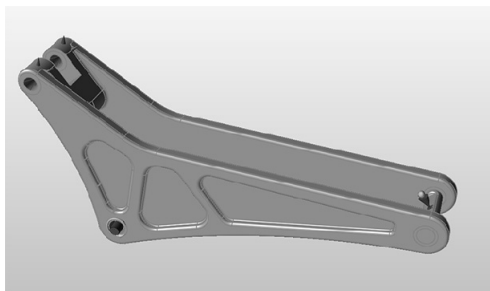

图 8-1
- 4) 选择文件 Baseline Analysis.stmod 并打开，如图 8-1 所示。